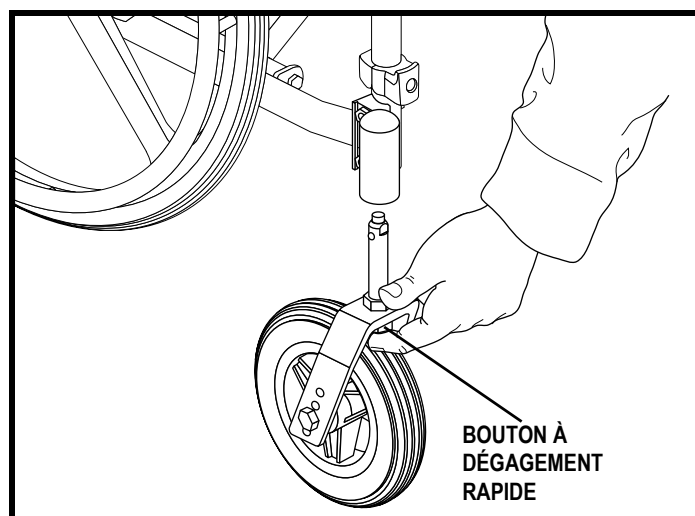

Figure 34. Enlèvement d'une roue avant à détente rapide
1. Retirez l'écrou qui attache la roue avant à votre fauteuil roulant. Voir la figure 34.
1. Pesez sur le bouton à détente rapide et retirez la roue avant. Voir la figure 34.